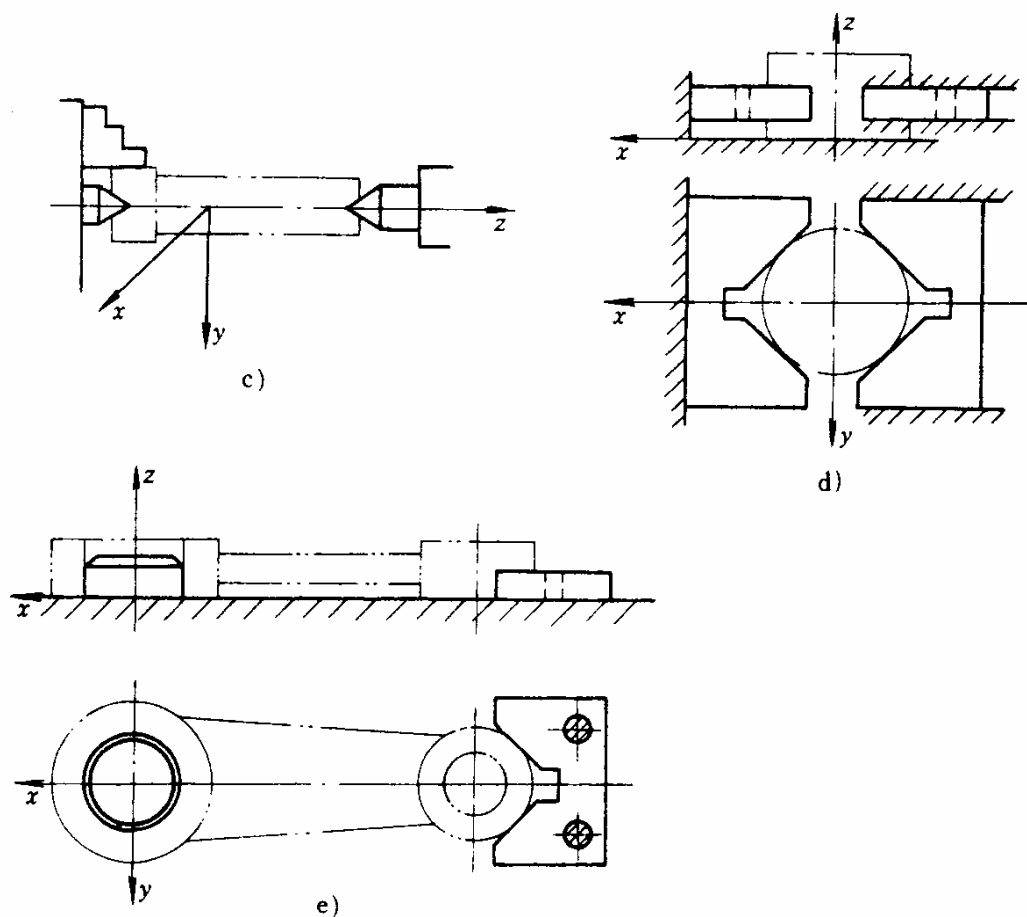

图 13-6
5. 在卧式铣床上，用三面刃铣刀加工如图 13-6 所示零件的缺口。本工序为最后工序。试设计一个能满足加工要求的定位方案。
6. 分析图 13-6 所列定位方案：①指出各定位元件所限制的自由度；②判断有无欠定位或过定位；③对不合理定位方案提出改进意见。